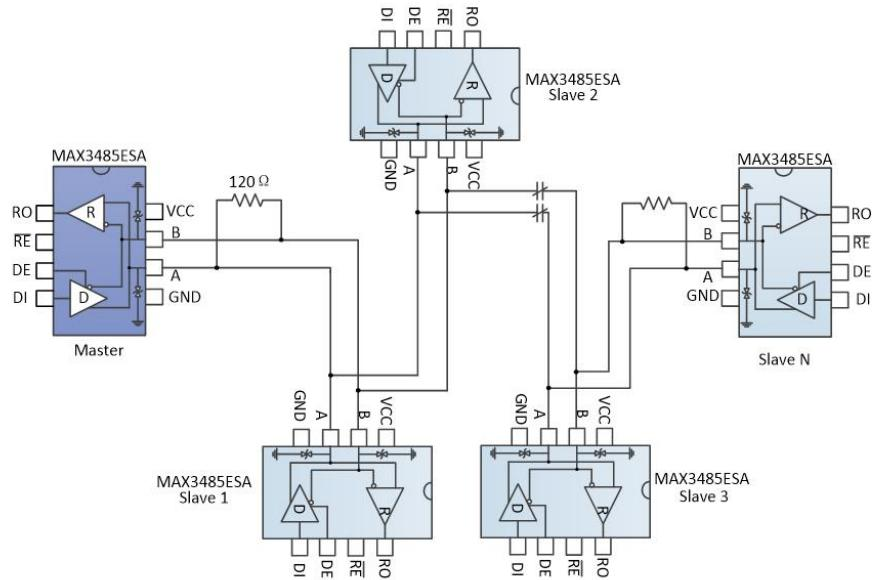

图 10 手拉手式 RS485 半双工通讯网络
4.2 手拉手式组网：又称菊花链拓扑结构，是RS485总线布线的标准及规范，是TIA等组织推荐使用的RS485总线拓扑结构。其布线方式就是主控设备与多个从控设备形成手拉手连接方式，如图10所示，不留分支才是手拉手的方式。这种布线方式，具有信号反射小，通讯成功率高等优点。